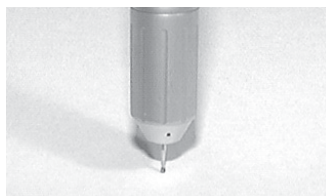
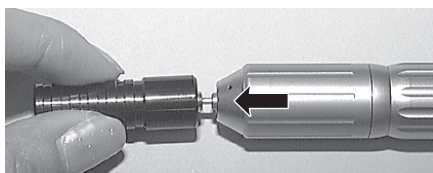

Fig. 12
Fig. 13
- 1) Dado que el dispositivo de fijación de la pieza de mano PRESTO AQUA es auto-enganchador, inserte la fresa FG de 1,6 mm y presiónela hacia dentro como se muestra en la Fig. 12. Inserte la fresa cuyo extremo está tapado mediante la llave para insertar fresas en cuestión tal como se muestra en la Fig. 13.